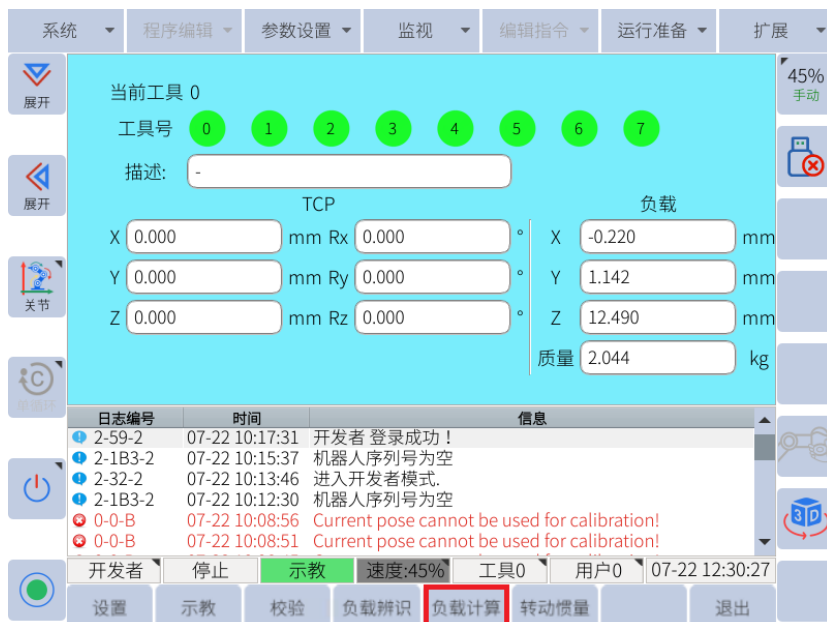

图 6-35: 底部菜单栏中的“负载计算”
- 选择任意一个工具号，点击底部菜单栏中的**负载计算**，进入负载计算界面，如图6-35所示：